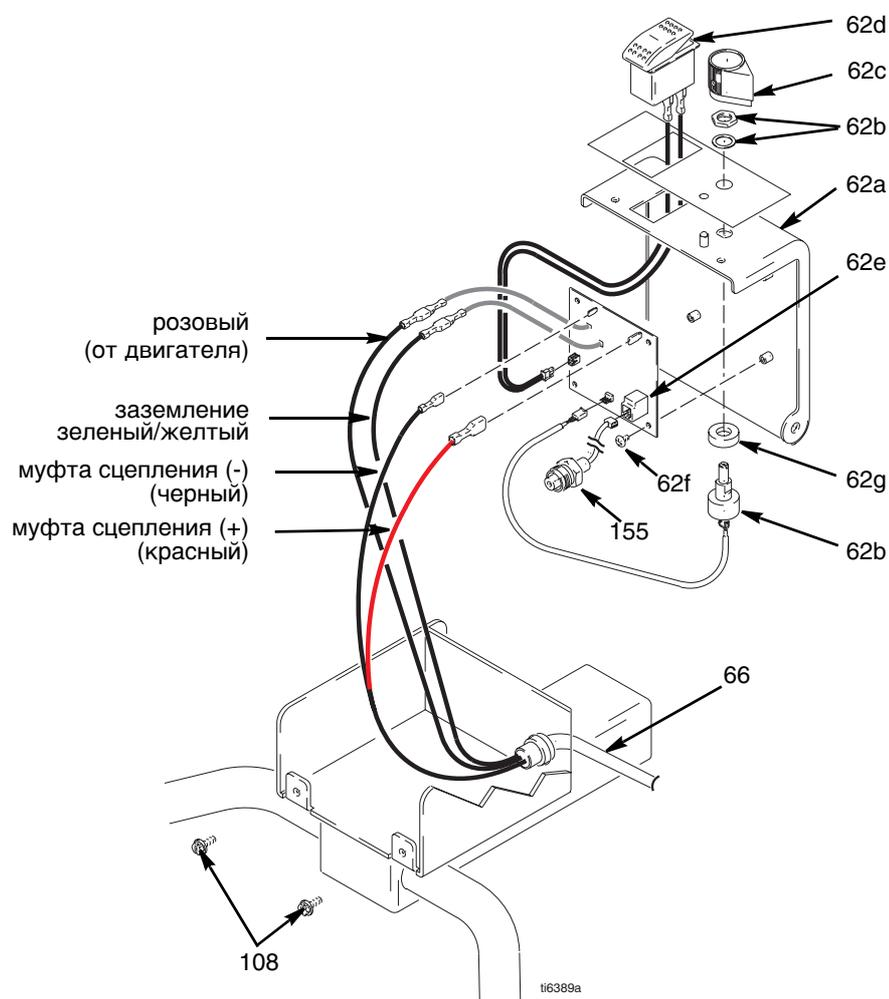

Рис. 14
2. Рис. 14. Выкрутите два винта (108) и откройте крышку (62a).
2. Рис. 14. Выкрутите два винта (108) и откройте крышку (62a)
3. Отсоедините провода двигателя и заземления от жгута проводов (66).
- Провод от датчика (155)
1. Рис. 14. Установите блок управления (62e) и закрепите его четырьмя винтами (62f).
4. Закройте крышку (62a) и закрепите двумя винтами (108).
3. Отсоедините провод датчика (155) от платы управления (62e).
4. Протяните разъем датчика через втулку сброса натяжения (151).
5. Извлеките датчик и уплотнительное кольцо (99) из корпуса фильтра (67).
1. Рис. 14. Установите уплотнительное кольцо (99) и датчик (155) в корпус фильтра (67). Затяните с усилием 47 - 61 Нм.
3. Соедините провод (E) с платой управления (62e).
2. Рис. 14. Установите потенциометр, оси, шайбу Гровера и ручку потенциометра (62c).